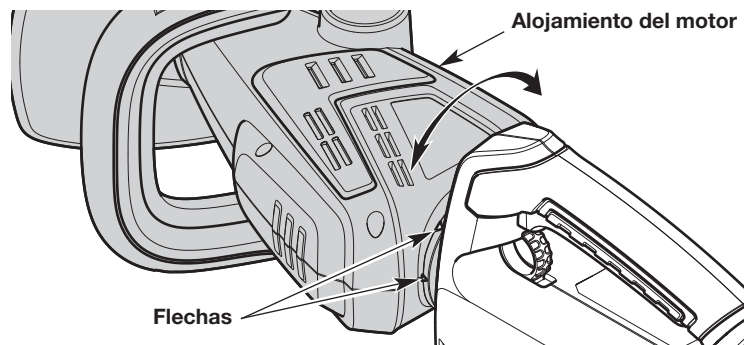

Fig. 11
2. Rote el alojamiento del motor hasta el ángulo deseado. Hay diversas posiciones predefinidas. Cada posición está marcada con una flecha (Fig. 11).